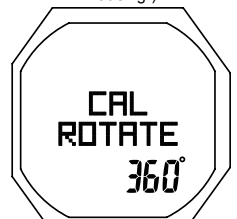

Fig. 153 - INICIAR CALIBRACIÓN
**Acceder/Iniciar CALIBRACIÓN\*\*** - Ésta es la información mostrada (Fig. 153):